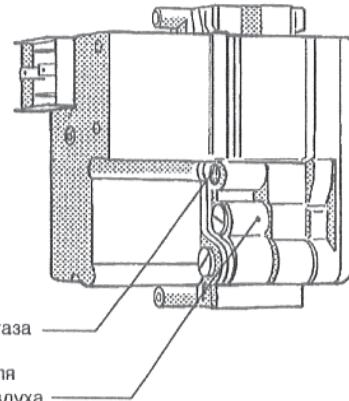

Рис. 35: Арматура газовой горелки "ВМ" 762-012
- Примерно через 10 секунд после открывания арматуры, о чём свидетельствует легкий щелчок, снять показания давления первой ступени на U-образной трубке манометра и посредством вращения винта регулирования стартового давления газа (Рис. 35) в положительном или отрицательном направлении осуществить настройку на